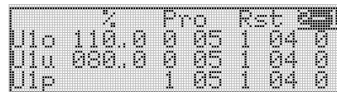

图 9 模块保护值界面
模块实时值界面按下 \leftarrow 键，进入到保护参数界面，如图 9 所示：
如图 9 所示，界面中各参数定义如下：
- **Pro (动作参数)**：Pro 下的两列，第一列表示的为保护开关打开与否，0 代表关闭，1 代表打开；第二列表示的为动作时间，如图 9 中，动作时间均为 5 秒；
- **Rst (自恢复参数)**：Rst 下的两列，第一列表示的为自动恢复开关打开与否，0 代表关闭，1 代表打开；第二列表示的为自动恢复时间，如图 9 中，自动恢复时间均为 4 秒。